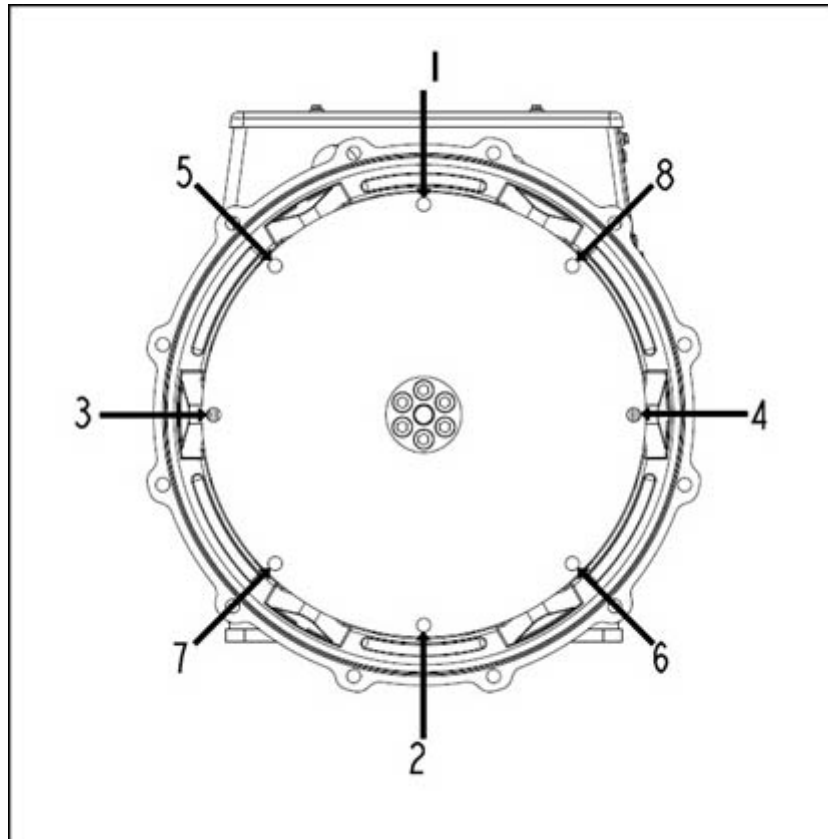

图 22. 飞轮固定顺序
- 拧紧螺栓以将耦合盘固定到飞轮上，顺序如 图 22 在第 xx 页 36所示。